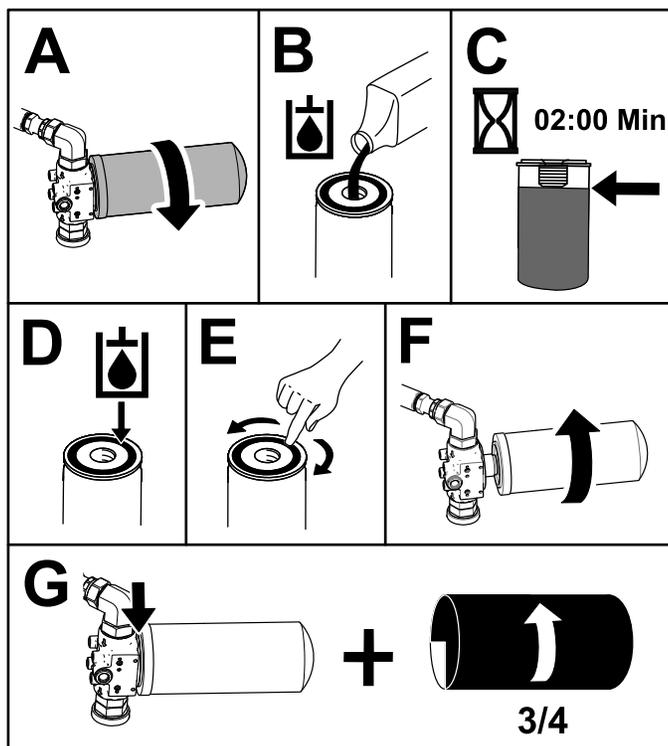

Рисунок 80
5. Поместите сливной поддон под передний фильтр, а затем замените фильтр (Рисунок 80).